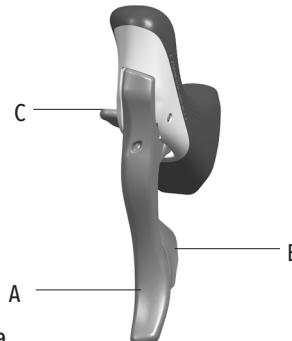

Fig.9
- Le levier B (Fig. 9) de la poignée gauche agit sur le dérailleur avant et permet à la chaîne de passer sur le plateau supérieur.
On peut agir sur le levier B (Fig. 9) de 1, 2 ou 3 crans, en fonction de l'endroit où se trouve la fourchette du dérailleur quand on est sur le plus petit plateau.
- Le levier C (Fig. 9) agit sur le dérailleur avant et fait glisser la chaîne sur le plateau inférieur.
- Une fois que la chaîne est passée sur le plus petit plateau, on peut déplacer les leviers B ou C (Fig. 9) de la poignée gauche d'un cran, afin de faire correspondre au mieux la chaîne et la fourchette du dérailleur.